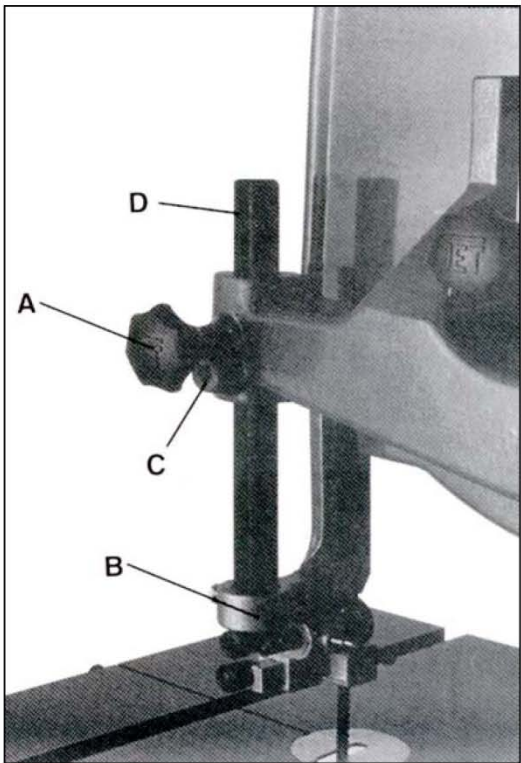

Рис. 2
11. Ослабьте два болта, крепящие металлическую защиту пильного полотна к верхнему кронштейну (В, Рис. 2) и снимите защиту.
12. Снимите верхний кронштейн защиты пильного полотна (В, Рис. 2) с направляющей стойки (D, Рис. 2).
13. Ослабьте фиксирующую рукоятку направляющей стойки (А, Рис. 2). Ослабьте, но не выкручивайте до конца винт фиксатора (С, Рис. 2), чтобы ослабить давление фиксатора на направляющую стойку.
14. Затяните винт фиксатора (С, Рис.2).